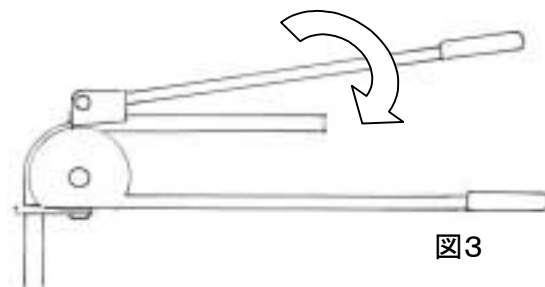

図3
- ④ ハンドルを片方の手にしっかり持ち、もう片方の手でレバーを握って回しながら所要の角度に曲げます。(図3)
- ⑤ 作業終了後はレバーを開いて銅管からベンダーをはずしてください。